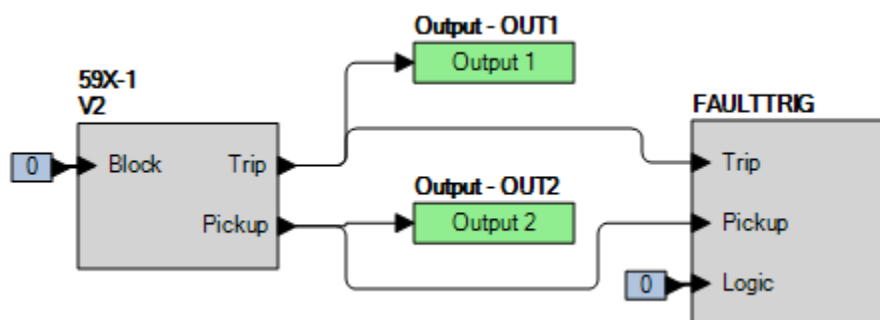

Figure 69-3. Paramètres BESTlogicPlus (mode V2)
Étape 2 : Utilisez BESTCOMS*Plus* pour configurer la Logique programmable BESTLogic*Plus* illustrée dans la Figure 69-3.
Étape 4 : Préparez la surveillance de l'exécution de la fonction 59X-1. Cette exécution peut être vérifiée en surveillant la sortie OUT2 (voir Figure 69-3).